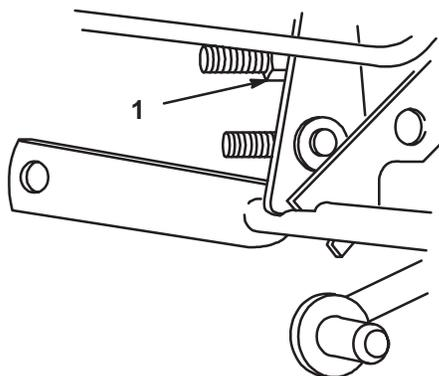

Figure 8
1. Dans ce cas, tournez l'écrou de réglage de hauteur de transport (Fig. 8), sur le mécanisme de relevage, dans le sens horaire pour augmenter la hauteur ou dans le sens anti-horaire pour l'abaisser.